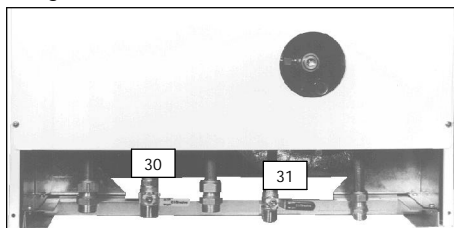

fig. 4.3
- 3 Richiudere il rubinetto gas della caldaia (30 in fig. 4.3).